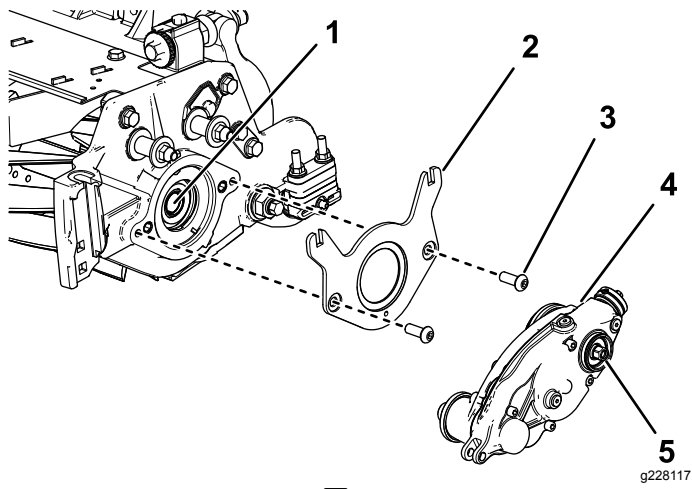

图8
2. 用 2 个六角圆头螺栓  $\frac{3}{8}$  x  $\frac{3}{4}$  英寸固定配重块架如图 8 所示。
3. 在内滚刀轴的螺纹上涂抹中等强度防松螺纹油如蓝色 Loctite® 243 乐泰胶 图8。
4. 用疏草刀驱动箱上的六角头螺栓将其连接到滚刀轴上 图8。